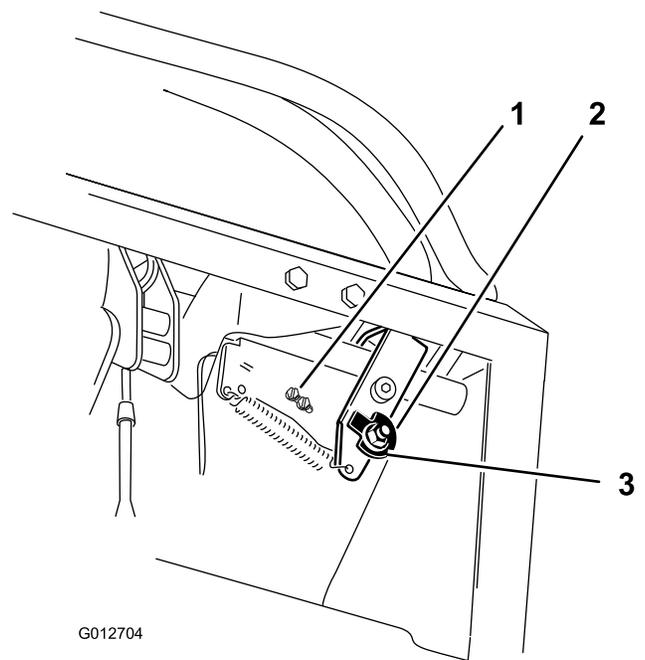

図 68
11. 必要に応じてスイッチを固定しているネジをゆるめてスイッチの位置を調整する (図 68 と図 69)。
7. カムを固定しているナットをゆるめる (図 68)。